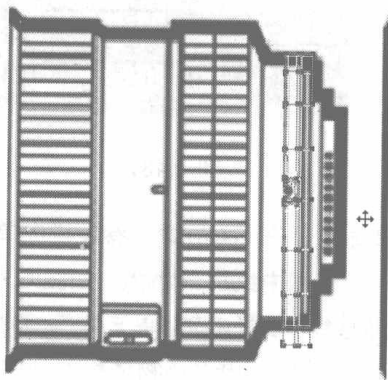
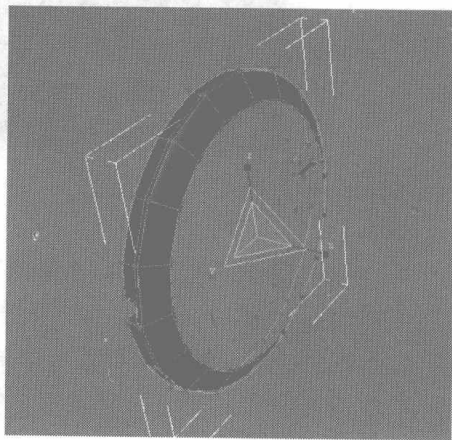
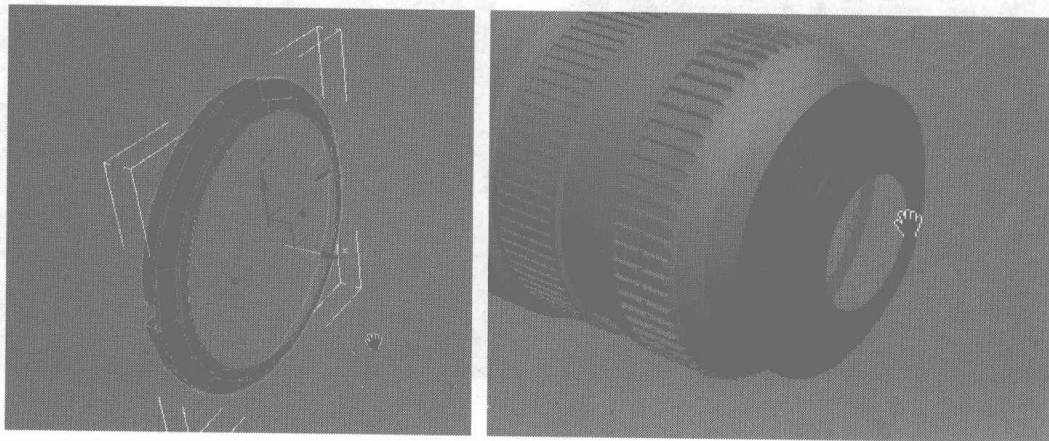

图 6.482
图 6.483
图 6.484
- 83** 在 Front 视图中调整圆柱体的厚度, 如图 6.482 所示, 并将其向内缩放, 如图 6.483 所示。切换为曲线编辑, 选择内侧的曲线, 在按住 Shift 键的同时向外拉伸少许, 再用缩放工具向内缩放, 效果如图 6.484 所示。